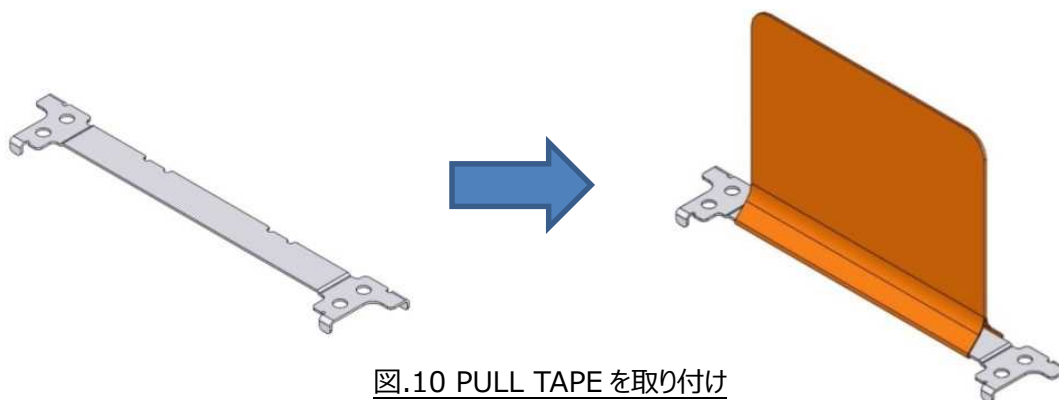

図.10 PULL TAPE を取り付け
① 図.10 のように PULL TAPE HOLDER に PULL TAPE を貼り付ける。